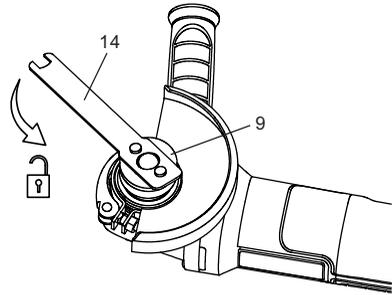

Fig. 11
2. Mantenha o botão de bloqueio do fuso (1) pressionado e solte a flange de bloqueio (9) no sentido anti horário com a chave inglesa (14) (Fig. 11).